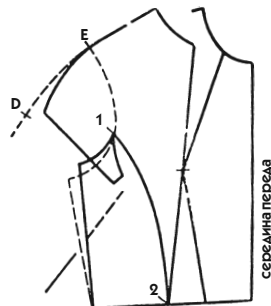

Рис. 724
1. На копии переда прилегающего кимоно исправьте линию проймы и заузьте лекало по боковому срезу, как показано сплошной линией на рис. 724 (вернитесь для этого к описанию рис. 99).
2. Начертите линию рельефа (от засечки 1 до засечки 2), как показано на рис. 724, проведите линию поворота рукава, выпрямляя ее как можно сильнее, если вы хотите получить действительно короткий рукав.
- Если сужение рукава по нижнему срезу недостаточное, можно заузить его дополнительно, наклонив линию верхнего среза от точки Е (сплошная линия на рис. 724).